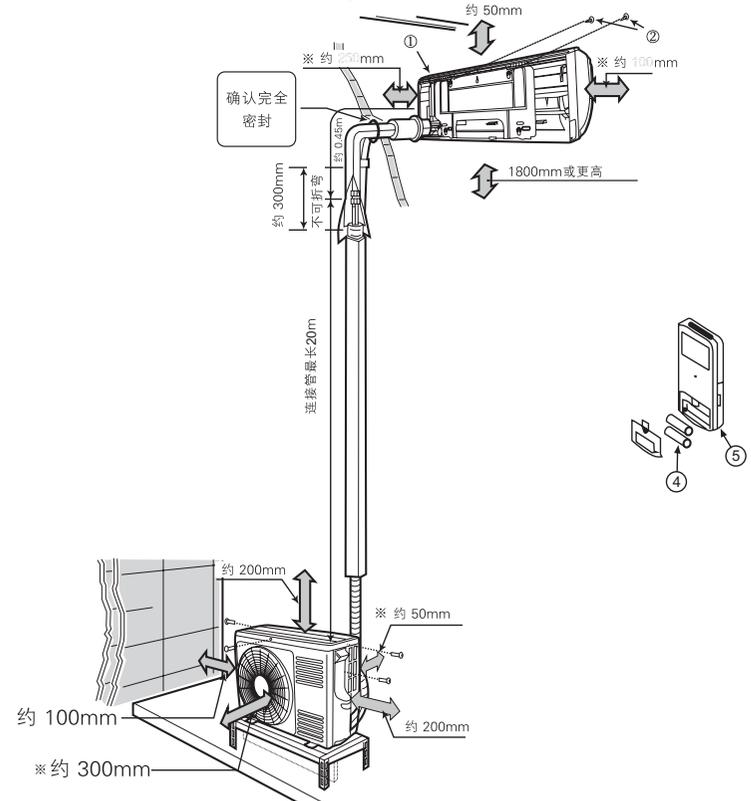

图1
- 为了便于修理,室内机组旁边应如图1般保留空间。
- 如图1所示保留室外机组旁的空位，避免任何障碍物妨碍通风系统。
- 1 示图1是连接配管安装成形。
- 2 根据总装示图1结合对应附件按要求牢固安装。